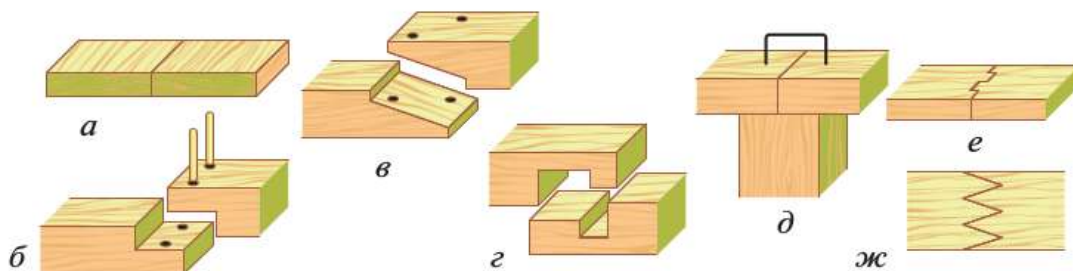

Рис. 4.36. Сращивание заготовок по длине:
Сращивание — соединение заготовок по длине (досок, брусков) (рис. 4.36), позволяющее использовать отходы древесины. Применяют несколько видов сращивания:
- *торцевое* — соединение склеиванием (рис. 4.36, а);
- *вполдерева*, при котором длина стыка должна быть в 2—2,5 раза больше толщины бруска (рис. 4.36, б);
- *косым прирубом*, когда длина стыка равна 2,5—3 толщинам бруска (рис. 4.36, в);
- *в прямой накладной замок*, где длина стыка должна быть в 2,5—3 раза больше толщины бруска (рис. 4.36, г);
- *впритык* — это сращивание производят, когда два отрезка ложатся на опору своими концами, которые для прочности соединяют скобами (рис. 4.36, д);
- *шиповое* — соединение торцов шипом (рис. 4.36, е);
- *зубчатое* — соединение на тупой зуб, которое является наиболее прочным соединением по длине (рис. 4.36, ж).